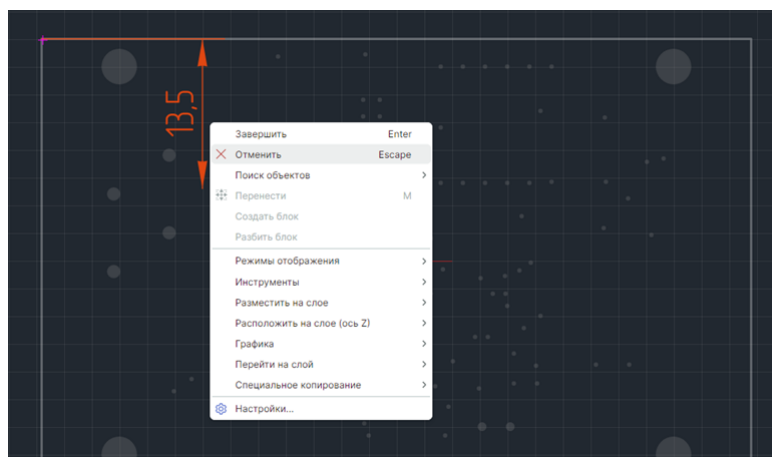

Рис. 290 Отмена размещения размерной линии
5. Размещение линии можно отменить, для этого нажмите клавишу «Escape» или вызовите контекстное меню и выберите «Отменить», см. Рис. 290.